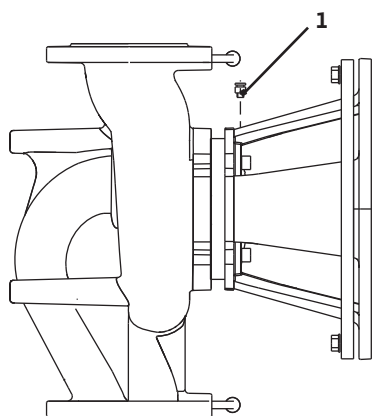

Fig. 38: Udluftningsventil
- Udluft pumperne ved at løsne udluftningsventilerne (fig. 38, pos. 1). Tøriløb ødelægger pumpens glideringstætning. Differenstrykstransmitteren må ikke udluftes (fare for ødelæggelse).